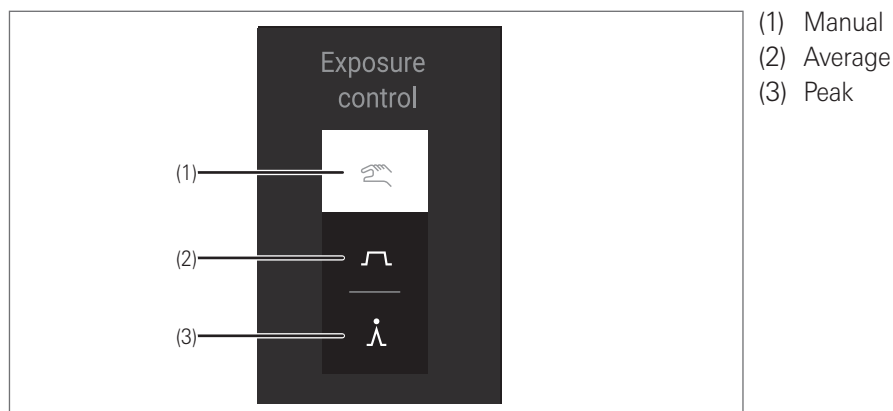

Рис. 4.4
1. Коснитесь символа управления экспозицией на сенсорной панели и установите значение [Average] или [Peak] (рис. 4.4).